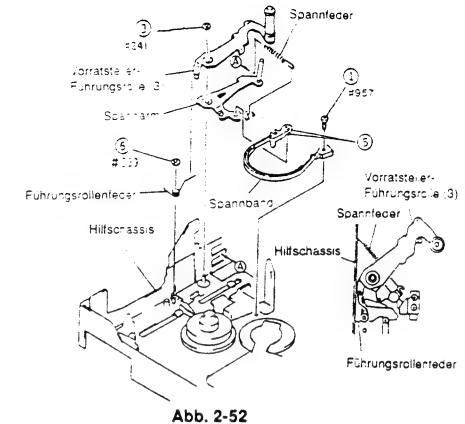
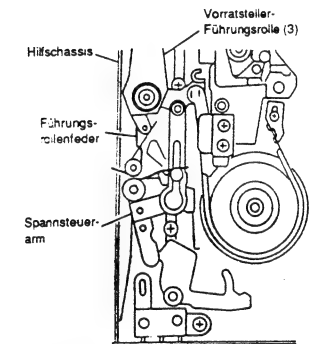

Abb. 2-52
Abb. 2-53
- 1) Eine (1) Befestigungsschraube des Spannbandes entfernen (siehe Abb. 2-52).
- 3) Eine (1) Scheibe entfernen, mit der den Spannarm und die Vorratsteller-Führungsrolle (3) befestigt sind.
- 4) Den Spannarm, die Vorratsteller-Führungsrolle (3) und das Spannband aus dem Hilfschassis herausziehen.
- 5) Zwei (2) Laschen freigeben und das Spannband von dem Spannarm abnehmen.
- 6) Eine (1) Scheibe entfernen, mit der die Führungsrollenfeder befestigt ist.
- Hinweis 2: Die Abb. 2-53 beachten, wenn die Führungsrollenfeder wieder eingebaut wird.